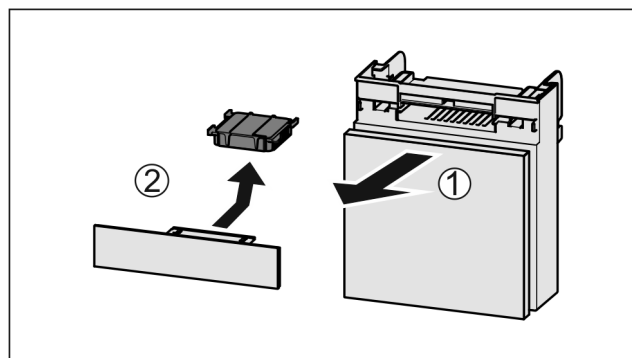

Fig. 66
- ▶ Lade vanaf de voorkant eruit trekken Fig. 66 (1).
- ▶ Actiefkoolfilter verwijderen Fig. 66 (2).